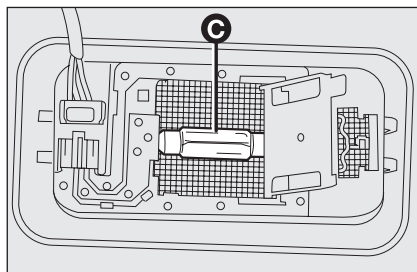

fig. 27
- substitua a lâmpada **C**-fig. 27 libertando-a dos contactos. De seguida, monte a nova lâmpada certificando-se de que está correctamente fixa entre os contactos;